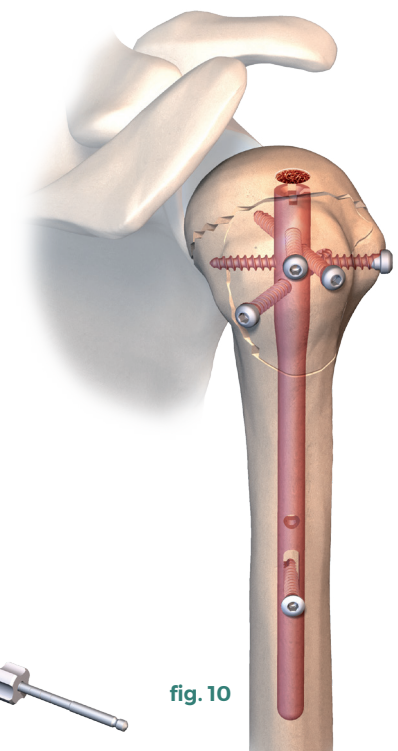

fig. 10
- Ablation du canon guide mèche à bout mousse (**réf. 270 822**) et mise en place de la vis distale à l'aide du tournevis 2,5 (**réf. 233 339**) (**fig.10**).